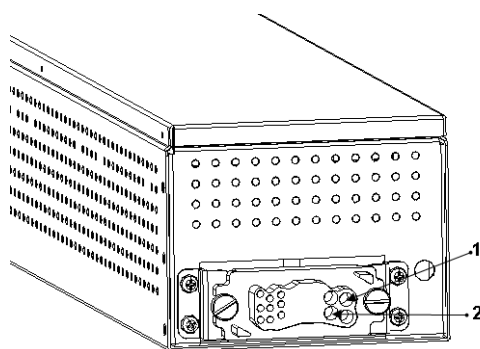

Рис. 2-1. Обратная сторона блока батарей
- Напряжение между точками 1 и 2 (Рис. 2-1) может превышать 150 В пост. тока, поэтому их нельзя касаться, и крышка должна оставаться на месте, если не выполняется установка.